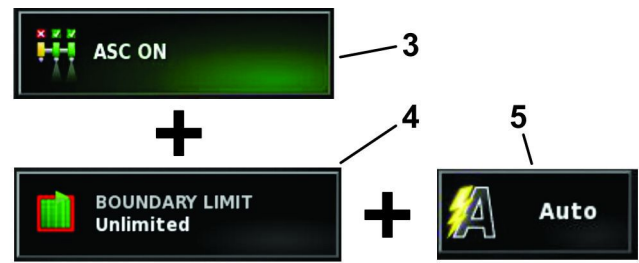

Bild 112
1. Tippen Sie auf das Symbol KONFIGURATION AUTOMATISCHE ABSCHNITTSTEUERUNG und das Symbol SPRÜHSTEUERGERÄT (Bild 112).
2. Stellen Sie das ASC-Symbol in die EIN-Stellung, den Feldgrenzbereich in die UNBEGRENZT-Stellung und die Dosierung in die AUTO-Stellung (Bild 112).